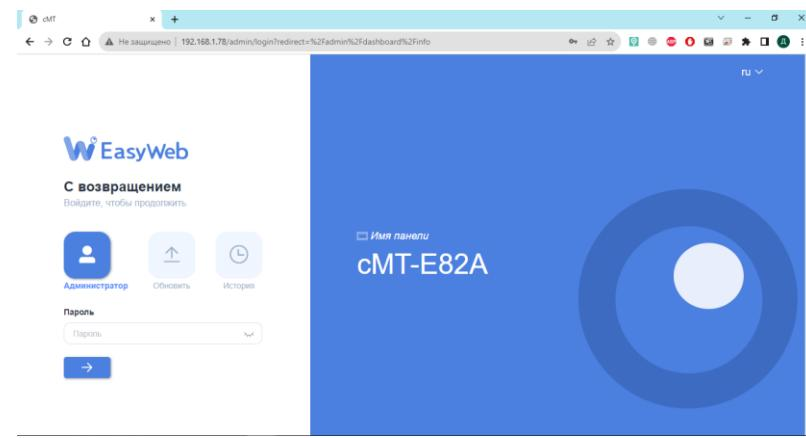

Рисунок 6.9 – Web-интерфейс панели оператора БС
2. В поисковой строке Веб-браузера ввести IP-адрес панели оператора, установленный в п.п. 4.2.1 и нажать «Enter» на клавиатуре АРМ администратора (рисунок 6.9).